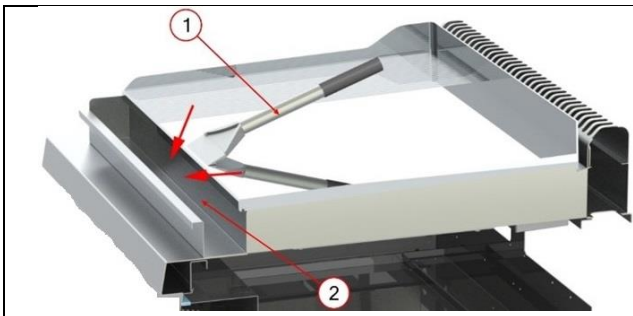
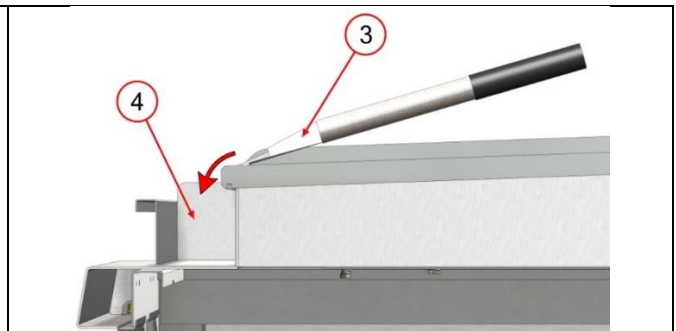

Fig6
Fig7
- Pour effectuer un grattage sur la plaque, positionner le grattoir (Fig6 Rep1) à plat (Fig7 Rep3).
- Evacuer les déchets vers le ramasse jus (Fig7 Rep4).